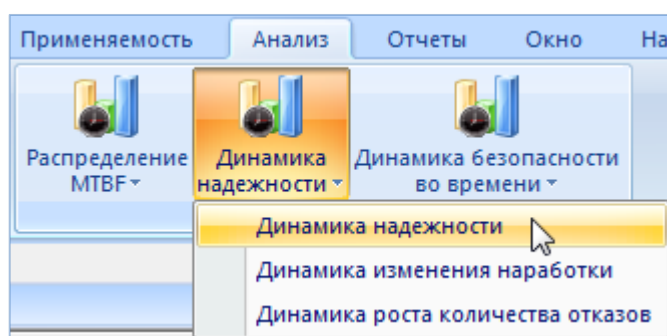

Рис. 26-59 – Выбор диаграммы по надежности
- 3) Нажать кнопку «Динамика надежности» панели «Диаграммы» на вкладке «Анализ» и выбрать пункт «Динамика надежности» (рис. 26-59).